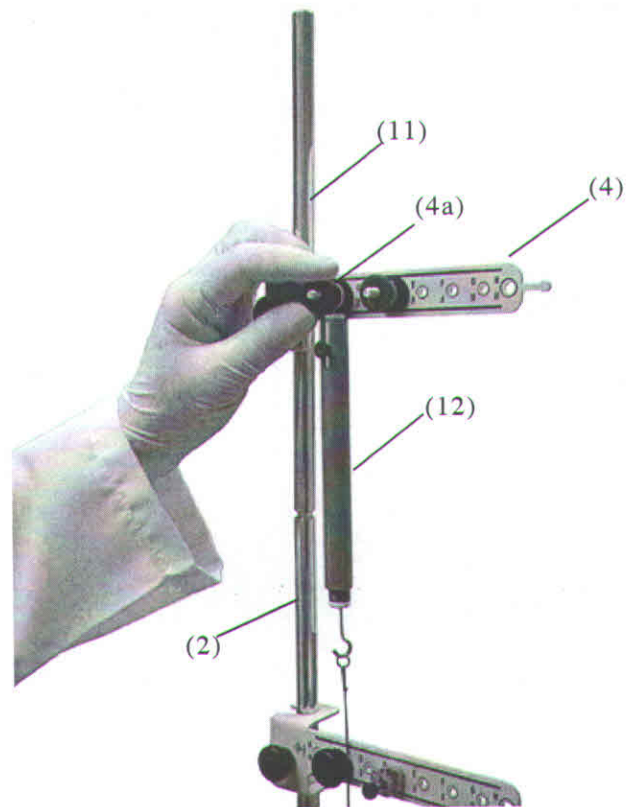

Figura 2
Coloque o olhal do dinamômetro (12) entre as arruelas (4a) e fixe-o - **Figura 2**.